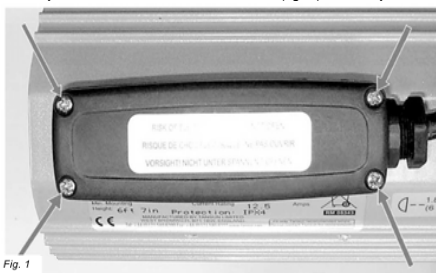

Fig. 1
3. Verwijder de schroeven uit de kabeldoos (fig. 1) en verwijder het deksel.